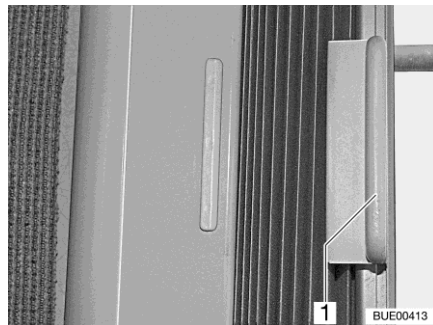

Fig. 45 Estor plegable (ventana lateral)
- Abrir y cerrar:** ■ Sujetar el estor plegable por el tirador (Fig. 45,1) y correr hacia la izquierda o hacia la derecha.